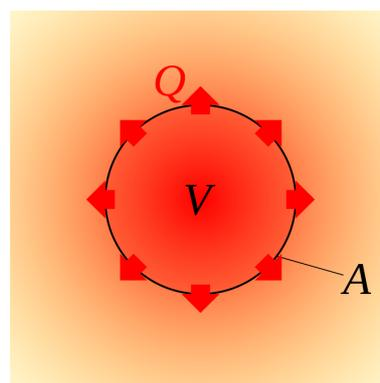

図 1 対象領域
熱拡散率（温度伝導率）と温度勾配との関係を考えるために、図 1 のように体積 V [m³] のある微少な領域を考え、表面積 A [m²] で周囲と温度勾配 $\left. \frac{\partial T}{\partial x} \right|_{Surface}$ [K/m] で接しているとする。そこで温度がどの程度時間的に変化し易いかと熱拡散率の関係を考える。伝わった熱によってどれくらい温度が変化するかは、領域を単位温度上げるのに必要なエネルギーで伝わった熱を割ればよい。領域を単位温度上げるのに必要なエネルギーは領域の密度と比熱、体積 $\rho c V$ [J/K] をかけると求められる。そこで式 (1) の両辺を密度 × 比熱 × 体積 ($\rho c V$) [J/K] で割る。